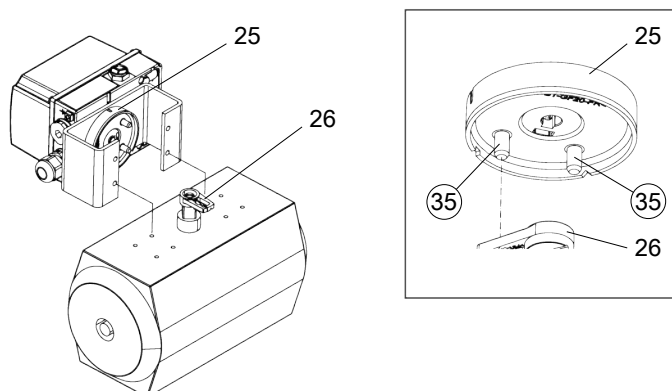

Fig. 17: Uitricting montageconsole
6. Fig. 17: De eenheid klepstandsteller / montageconsole midden op de actuator uitlijnen en vastschroeven (schroeven behoren niet tot de leveringsomvang, maar maken deel uit van de montageconsole van de actuator).